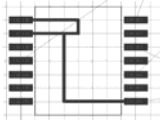

Рис. 46
4. Переместить вертикальный участок трассы нижнего маршрута влево на один дискрет. С этой целью: перейти в режим сдвига трасс (кнопка Move на ПИ) и щелкнуть LB в центре вертикального проводника и в любой точке соседней дискреты. Отметить, что произошел перенос только нижнего участка вертикального проводника, принадлежащего нижнему маршруту (рис. 46).
- восстановить прямой угол, щелкнув LB в точках 120/83,75 и 118,75/82,5 (рис. 46).